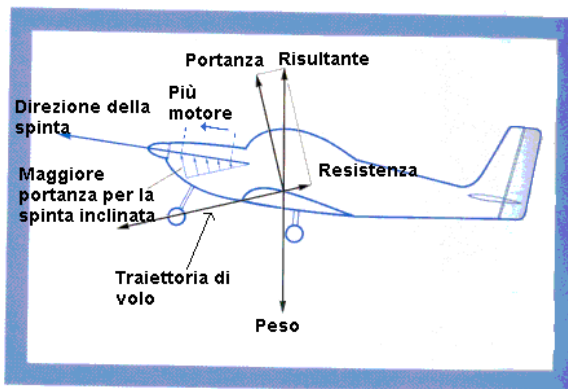

Figura 47
- 2) in questo tipo di avvicinamento su campo corto, a bassa velocità ed assetto cabrato, la direzione della spinta del motore risulta inclinata in alto (figura 47).
Gli atterraggi corti fin qui descritti sono basati su velocità d'avvicinamento consigliate dal produttore o, in assenza di questi dati, su una velocità calcolata moltiplicando per 1,25 la velocità di stallo senza motore con flaps estesi ed ali livellate. Queste velocità, sia consigliate che calcolate, si basano sull'applicazione di un discreto margine di sicurezza, è infatti verosimile che, con potenza applicata, la velocità di stallo possa ridursi di qualche Km/h; questo è illustrato dalla figura 47. I piloti che, per una ragione o per l'altra, devono guadagnarsi da vivere atterrando su piste molto brevi (ed ogni giorno situazioni simili sono numerose in ogni parte del mondo), hanno le loro buone ragioni di apprezzare questi cavilli dell'aerodinamica.